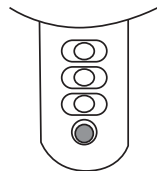

Abb. 8
Dieses Elektrowerkzeug verfügt über eine Ladezustandsanzeige (5), die Auskunft zur verbleibenden Energie des Akku-Packs gibt (Abb. 8).